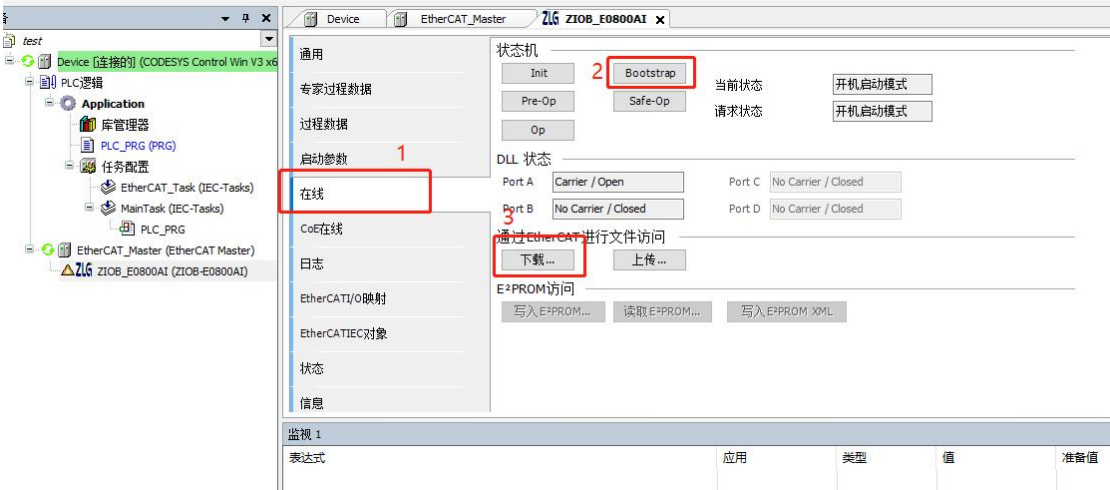

图 4-1 CODESYS 下 FoE 升级步骤
(1) 将要升级的 EtherCAT 模组接入 EtherCAT 总线，扫描从站设备，在对应从站模块的在线界面，将状态机切换到 Bootstrap 模式，然后点击下载按钮，如图 4-1 所示。